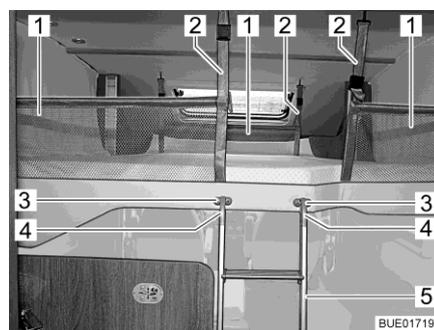

Fig. 97 Lit escamotable avec filet de sécurité tendu
Les trois filets de sécurité (Fig. 97,2) avec les sangles de sécurité se trouvent dans le lit escamotable sous le matelas. Ne tendre les filets de sécurité qu'une fois que les personnes se trouvent dans le lit escamotable.
- Tendre :** ■ Suspendre les sangles de sécurité (Fig. 97,1) aux crochets situés au plafond.
- Accrocher :** ■ Accrocher les deux étriers (Fig. 97,4) de l'échelle de montée (Fig. 97,5) dans les fixations (Fig. 97,3).
- Ranger :** ■ Décrocher l'échelle de montée (Fig. 97,5) des fixations (Fig. 97,3).